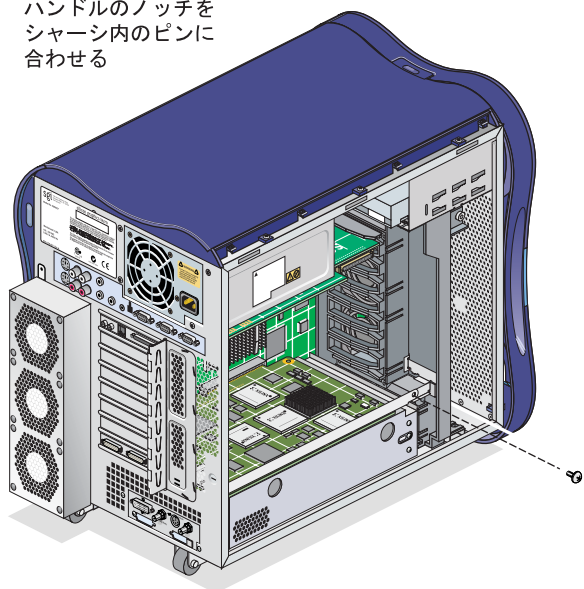

図 3-24 XIO ボードの取付け
4. インタフェース・ボードの XIO コネクタにボードをまっすぐ押込みます。続いて、ねじを取付けて、XIO ボードをサポート・ブラケットに固定します (図 3-24 を参照)。